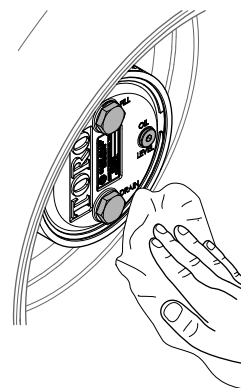

Bild 103
3. Wischen Sie das Gehäuse des Planetengetriebes und der Bremse ab (Bild 103).